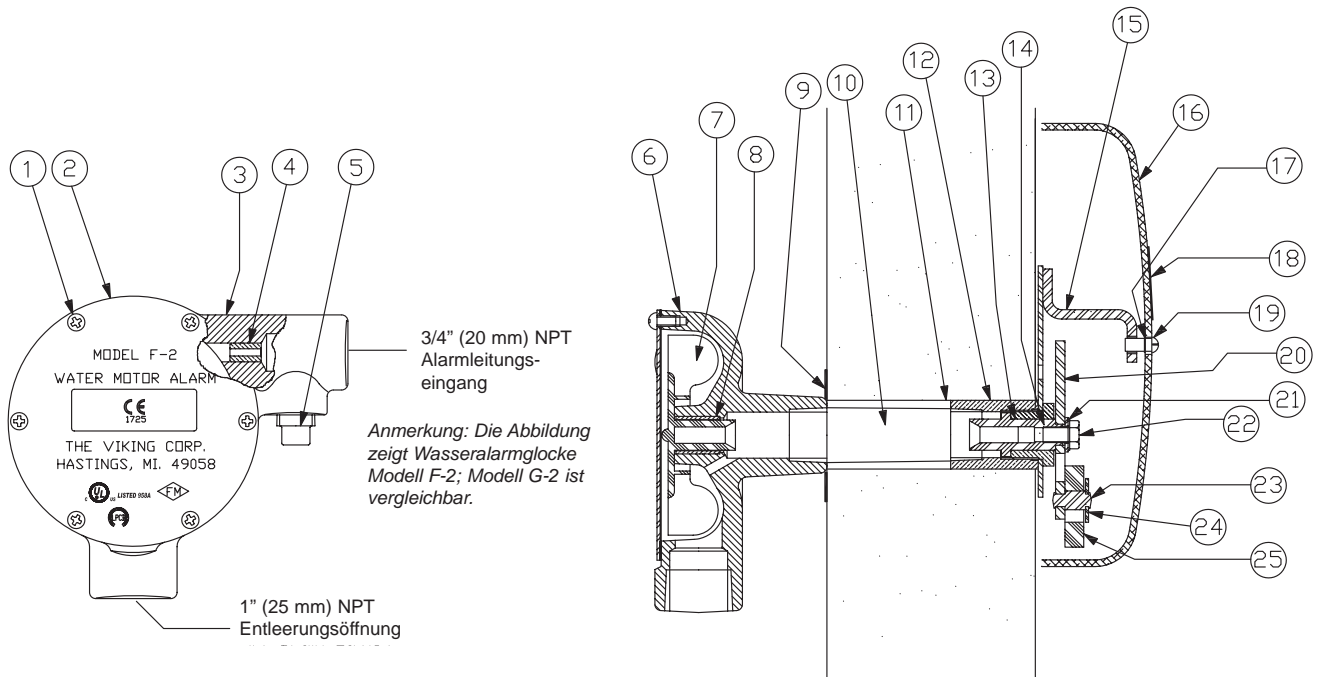

Abb.1 Bauteile der Wasseralarmglocke
Materialien (siehe Abb. 1)
7. FUNKTIONSBESCHREIBUNG *(siehe Abb. 1)*
9. INSTALLATION *(siehe Abb. 1)*
- Die Antriebswelle (10) auf Wandstärke plus 70 mm abschneiden. Bei Gebrauch der Wandverbreiterungskappe muß das Rohrstück 76 mm länger sein.
- Das Rohrstück über die Antriebswelle schieben und in den Sockel (12) der Alarmglocke einschrauben.
- An der Innenseite der Wand die mitgelieferte Wandplatte (9) über das freie Ende des Rohrstücks schieben. (Gegebenenfalls zuerst Wandverbreiterungskappe mit ausgestülpter Seite zur Wand hin über das freie Ende des Rohrstücks schieben.)
- k. Das Gehäuse (3) des Wassermotors auf das Distanzrohrstück aufschrauben. Dank der abgeschrägten Enden gleitet die Antriebswelle in Position. Nach korrektem Festschrauben zeigt der 1" (25 mm) Entleerungsausgang nach unten während der ¾" (20 mm) Alarmeingang horizontal liegt. Siehe auch Abb. 1 und 2.
- l. Glocke (16), Unterlegscheibe (17) und Glockenschild (18) mit Schraube (19) an den Glockensockel befestigen.